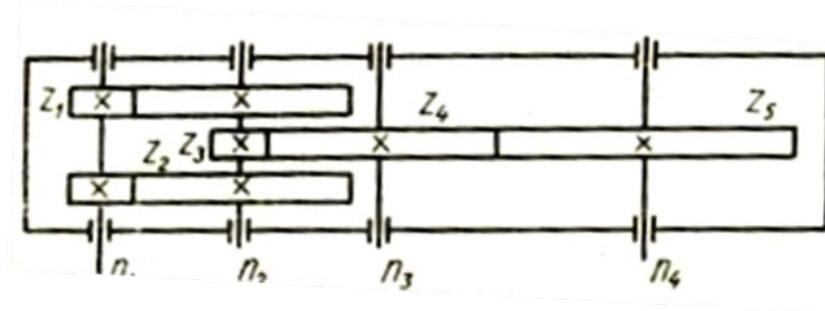

Рис. 5.
3.14. Если в редукторе указанной схемы (рис. 5) в два раза уменьшить число зубьев колеса  $Z_4$ , то как изменится число оборотов в минуту на выходе  $n_4$ ?